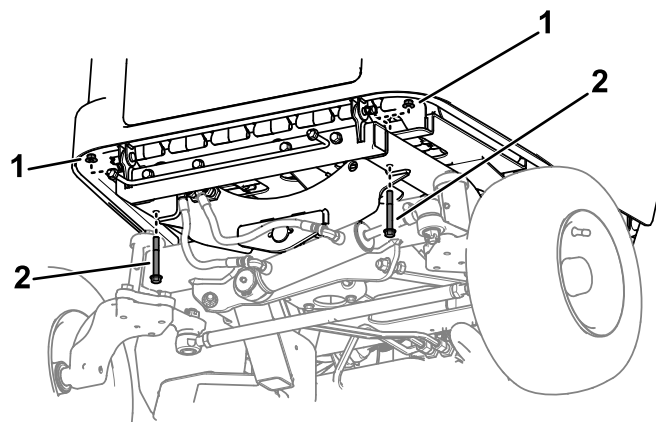

図 11
2. 後部バッテリートレイをフレームに固定しているボルト ($\frac{3}{8}$ " x $2\frac{3}{4}$ ") 2本とナット ($\frac{3}{8}$ ") 2個を取り外して保管する (図 11)。